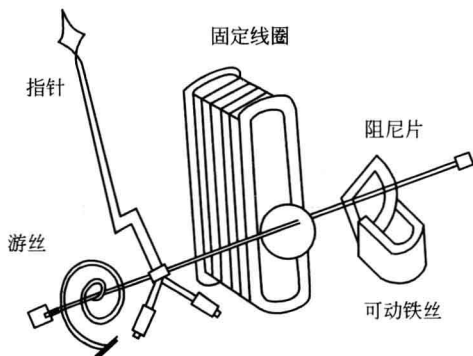

图 0-3 吸引型电磁系表头结构
(2) 吸引型电磁系仪表 吸引型电磁系表头结构如图 0-3 所示。